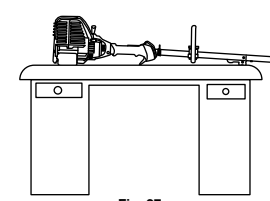

Fig. 27
2. Placez la machine sur une surface plane avec le bouchon de la tête de coupe pendant d'un banc de travail ou d'une table pour obtenir une lecture correcte du niveau d'huile (Fig. 27).